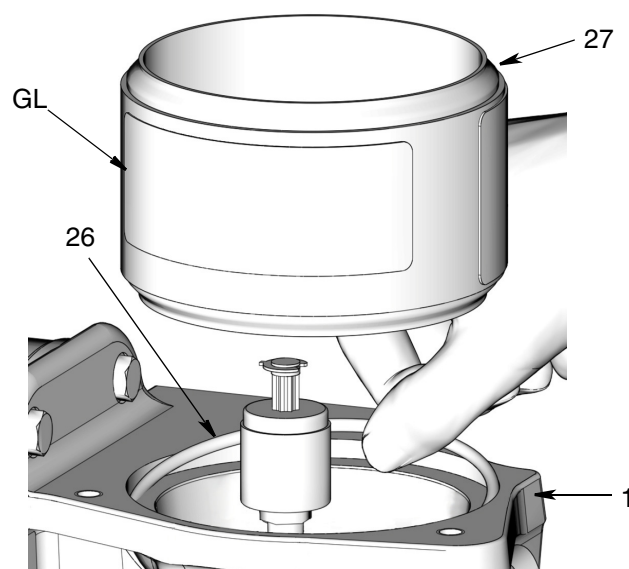

FIG. 58
10. Applicare un sottile strato di grasso all'O-ring (26). Montare l'O-ring (26) nella scanalatura alla base della pompa (1) come mostrato in FIG. 58.
11. Installare il serbatoio (27) sulla base della pompa (1) con l'etichetta di identificazione Graco (GL) rivolta verso la parte anteriore della base della pompa, come mostrato in FIG. 58. Fare attenzione a non schiacciare o spostare l'O-ring.